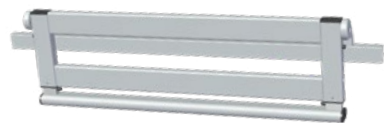

Abb. 1
Die Seitengitter befinden sich in Ruheposition seitlich an der Liegefläche und geben der Matratze Halt gegen verrutschen. (Abb. 1)
Achtung! Aktivieren Sie die Niedrigposition bei den Niedrigbetten IMPULSE und AURA nur, wenn die teleskopierbare Seitengittererhöhung am heruntergeklappten geteilten Seitengitter (GS) eingeschoben ist (Abb. 1).